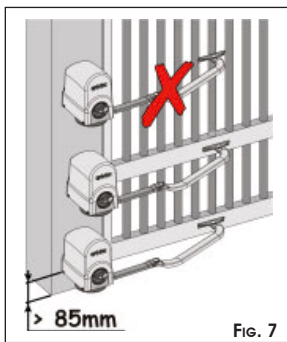

Fig. 7
② Déterminer la hauteur de l'opérateur en tenant compte des points suivants:
- la patte de fixation du bras courbe doit se trouver dans une zone où la fixation au vantail est possible (Fig.7)
- la hauteur minimum du sol de l'opérateur doit permettre la fixation du bras courbe et le positionnement du carter inférieur (au moins 85mm, voir fig.7)